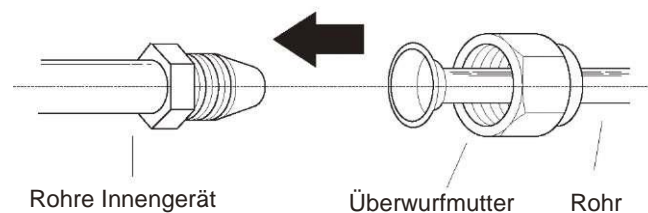

Abb. 5.7
1. Richten Sie die beiden zu verbindenden Rohre zentrisch aus. Siehe **Abb. 5.7**